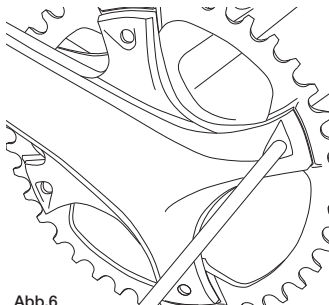

Abb.6
- Es ist auch möglich, die Schrauben von der Außenseite des Fahrrads zu erreichen, achten Sie jedoch darauf, die Oberfläche der Kettenradgarnitur nicht zu beschädigen und beachten Sie, dass die Drehrichtung des Schlüssels dann der normalen Richtung entgegengesetzt ist (Abb. 6).